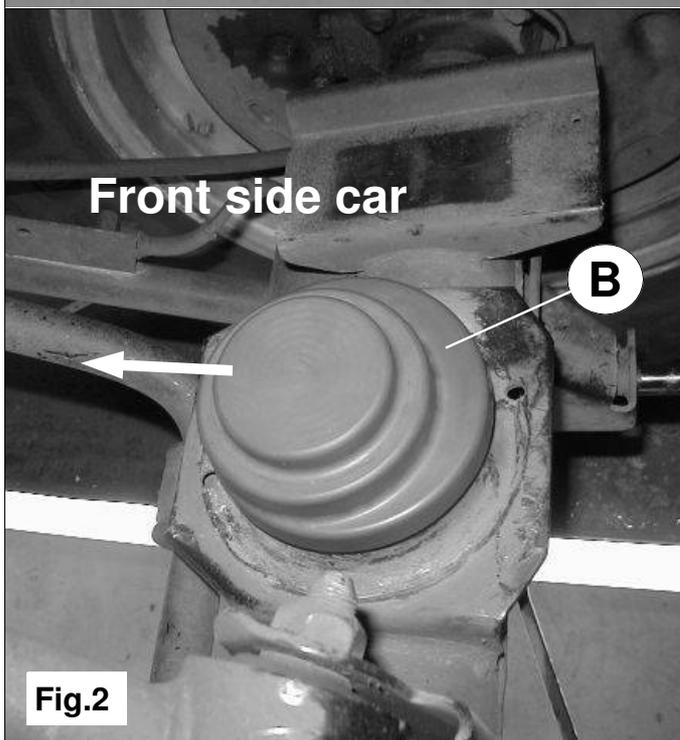

Fig.2
5. Montieren Sie die Hauptfeder mit dem Niveaufedersatz zurück unter das Fahrzeug. Achten Sie darauf das die Federteller **B** richtig auf den Hauptfederteller montiert werd, die Niveaufeder soll an der Vorderseite stehen. Sehe Bild 2.
5. Montez le ressort principal équipé du kit de ressort auxiliaire sous la véhicule. Assurez-vous que la coupelle **B** est correctement placée sur la coupelle inférieure, de façon à ce que le ressort auxiliaire soit positionné le plus possible vers l'avant. Cf. fig. 2.
5. Montera huvudfjädrarna med hjälpfjäder kitet på bilen. Kontrollera så att fjädersäte **B** är placerat ordentligt på bilens original fjädersäte, hjälpfjädern skall stå mot bilens front. Se fig. 2